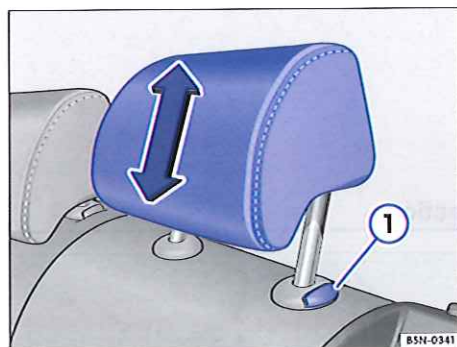

Fig. 51 Dépose de l'appuie-tête arrière.
- Retirez entièrement l'appuie-tête en appuyant sur la touche ⇒ fig. 51 ①.